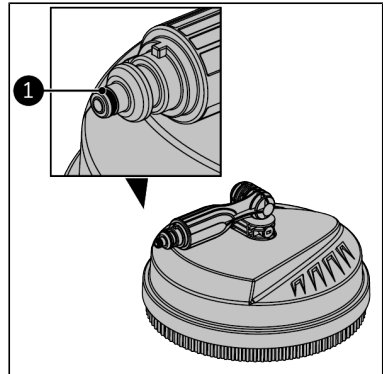

Figure 79.
4. Passez de la vaseline sur le joint torique du nettoyeur de sol (Figure 79, pos. 1).